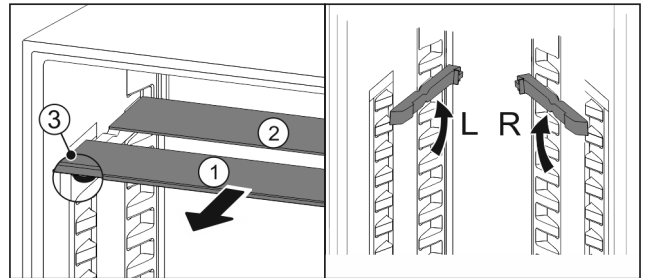

Fig. 96
- ▶ Trekk glassplatene enkeltvis fremover og ut Fig. 96 (1).
- ▷ Glassplate Fig. 96 (1) med pyntelist ligger foran.
- ▷ Stoppere Fig. 96 (3) peker nedover.